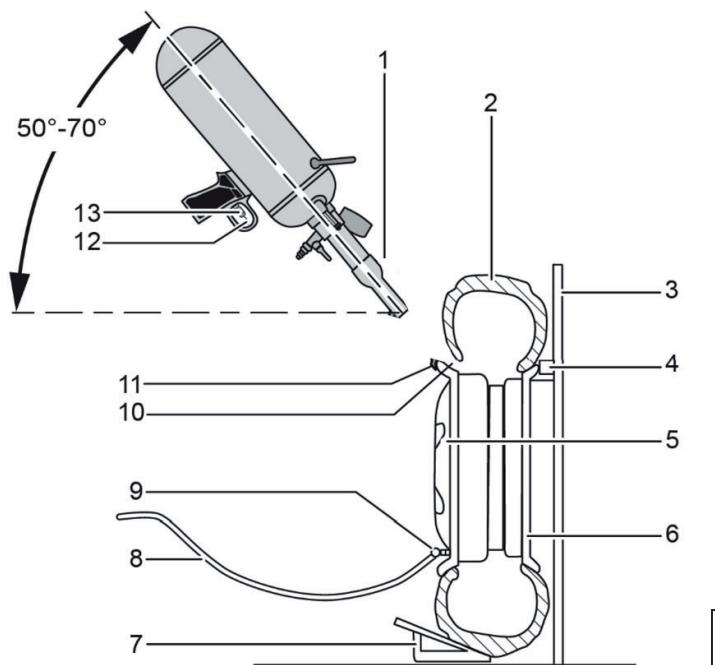

Abb.3
1. Reifen (Abb. 3,2) und Felge (Abb. 3,5) gegen eine Wand lehnen. Dabei beachten:
- a. Der Reifen (Abb. 3,2) muss zur Wand einen Abstand von 2 bis 3 cm haben. Dazu einen Abstandshalter verwenden.
- b. Das Luftventil (Abb. 3,9) muss zur Montageseite zeigen.
- c. Die innere Felgenseite (Abb. 3,6) muss zur Wand zeigen.
2. Den Reifen bei Bedarf mit Keil (Abb. 3,7) gegen Wegrutschen sichern.
4. Über das Luftventil (Abb. 3,9) und den Luftschauch (Abb. 3,8) Luft in den Reifen (Abb. 3,2) strömen lassen.
6. BB in einem Winkel von 50 bis 70° zur Waagerechten halten, siehe auch Abb. 3.
7. Schutzkappe (Abb. 3,12) vom Auslöser (Abb. 3,13) abnehmen.
8. Darauf achten, dass die beiden Luftauslassöffnungen des Aufsatzrohrs in die Öffnung (Abb. 3,10) zwischen Reifen und Felge zeigen.
9. Einsatzposition bestimmen. Dazu Lippe (Abb. 3,11) des Aufsatzrohrs (Abb. 3,1) gegenüber dem Luftventil (Abb. 3,9) auf die Felge (Abb. 3,5) aufsetzen.
Aufsatzrohr (Abb. 3,1) vor dem Drücken des Auslösers (Abb. 3,13) 3 bis 5 cm von der Felge zurückziehen!
10. Aufsatzrohr (Abb. 3,1) 3 bis 5 cm von der Felge zurückziehen.
11. Auslöser (Abb. 3,13) drücken. Druckluft strömt stoßartig in den Reifen und der Reifen wird gleichmäßig auf die Felge gezogen.
13. Wenn der Reifen korrekt auf der Felge sitzt, Luftschauch (Abb. 3,8) vom Luftventil (Abb. 3,9) abnehmen.